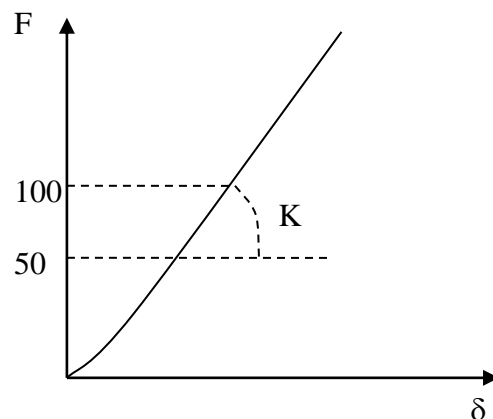

Fig. 2: Curva carico spostamento con rigidezza flessionale  $K$
6. Il componente migliore sarà quello con più alto rapporto K/P in cui K è la rigidità flessionale espressa in N/mm e P è il peso del componente espresso in kg. La rigidità K verrà valutata come pendenza della curva carico spostamento (Fig. 2). In caso di curva non lineare verrà fittata una linea di tendenza fra i carichi di 50 N e 100 N.